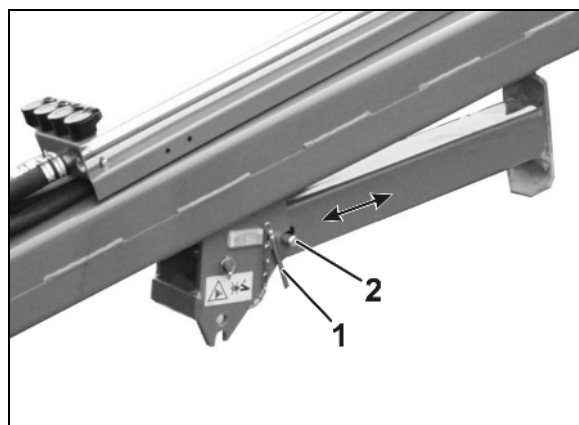

Рис. 24
- Во время транспортировки или эксплуатации опора поднята (Рис. 24).
2. Вытяните палец (Рис. 24/1).
3. Поверните дополнительный фиксатор (Рис. 24/2) и поднимите/опустите опору.